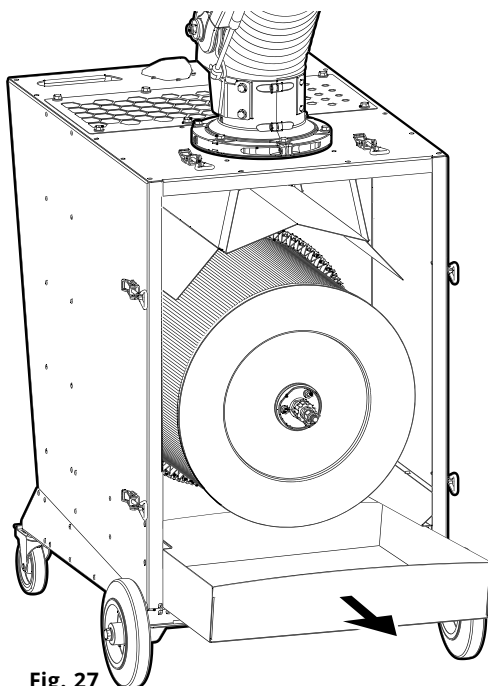

Fig. 27
5. Retire el recipiente de polvo (**Fig. 27**). Vacíelo cuando sea preciso, consulte la sección **8.4 Vaciado del recipiente de polvo**.
9. Deslice el recipiente de polvo debajo del bolsillo de precipitado, consulte la **Fig. 27** a modo de referencia.